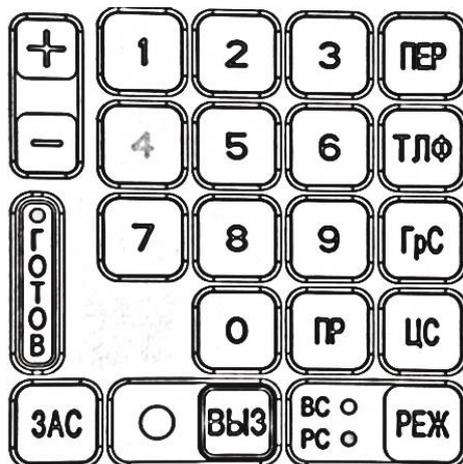

Рисунок 35 – Индикация пульта при установленном разговоре с радиостанцией, которая находится в режиме передачи
- для включения на радиостанции режима передачи необходимо на трубке или гарнитуре, подключенной к пульта, нажать тангенту. Цифровая клавиша «4» будет гореть желтым цветом (рисунок 35);